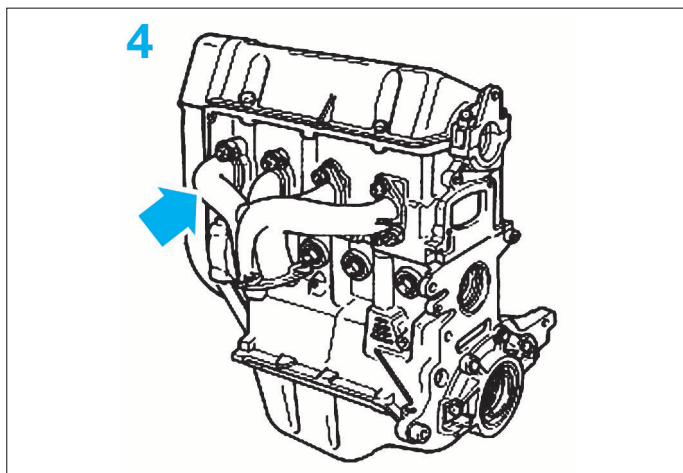
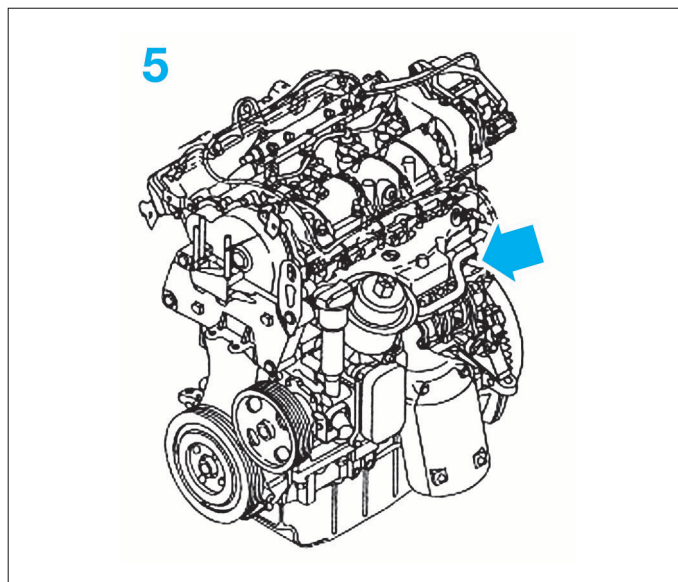

FIG.3
FIG.4
**IDENTIFICATION MOTEUR 1,4 8v (4) (FIG.3) ET 1,3 MULTIJET (5) (FIG.4)**